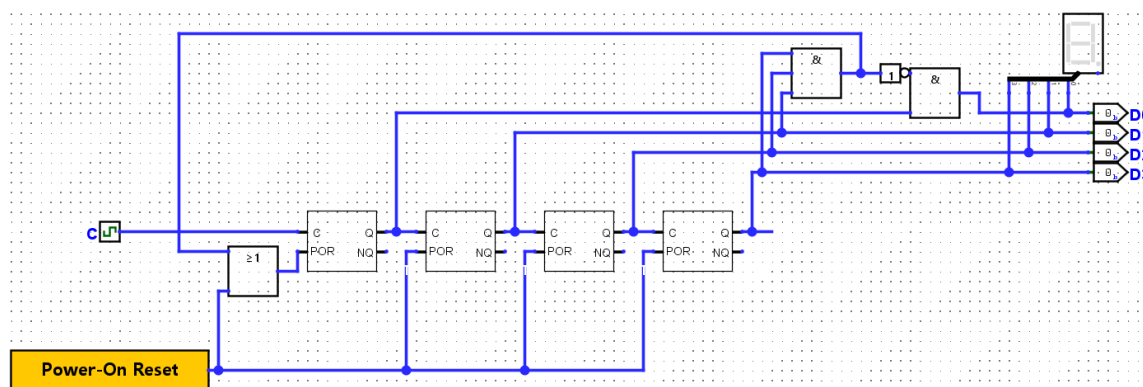
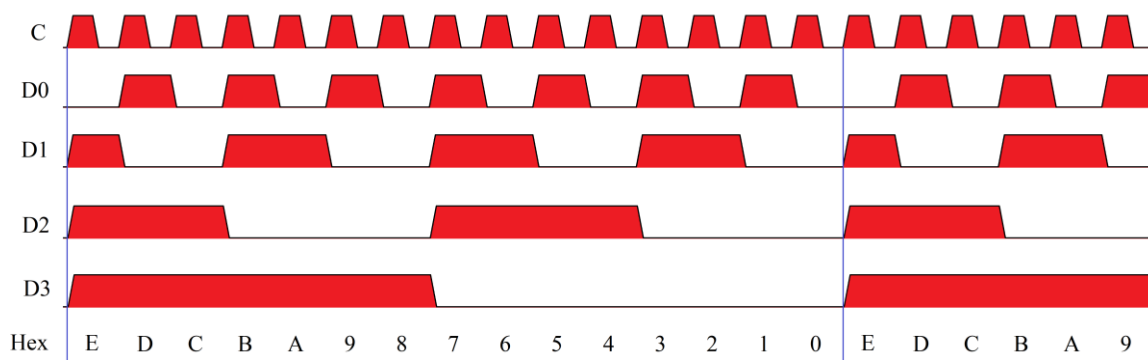

Рис.7 – Счётчик по модулю 15
Рис.8 – Временная диаграмма счётчика по модулю 15
Теперь добавим немного, чтобы значение 15 (F) пропусклось. Но сделать это напрямую сложно – можно получить мерцание. Поэтому сделаем таким образом, чтобы значения 15 (F) и 14 (E) проходились за полтакта каждое. Этого мы сможем добиться, вспомнив описанное ранее и подав единицу на POR Т-триггера младшего бита. Таким образом «ускоряться» нам надо лишь тогда, когда остальные биты равны единице. Более того, F и E нужно интерпретировать одинаково как E, потому что F и E проходятся за один такт и должны означать E. Добавим это всё в схему: рис.7, схема main, временная диаграмма на рис.8